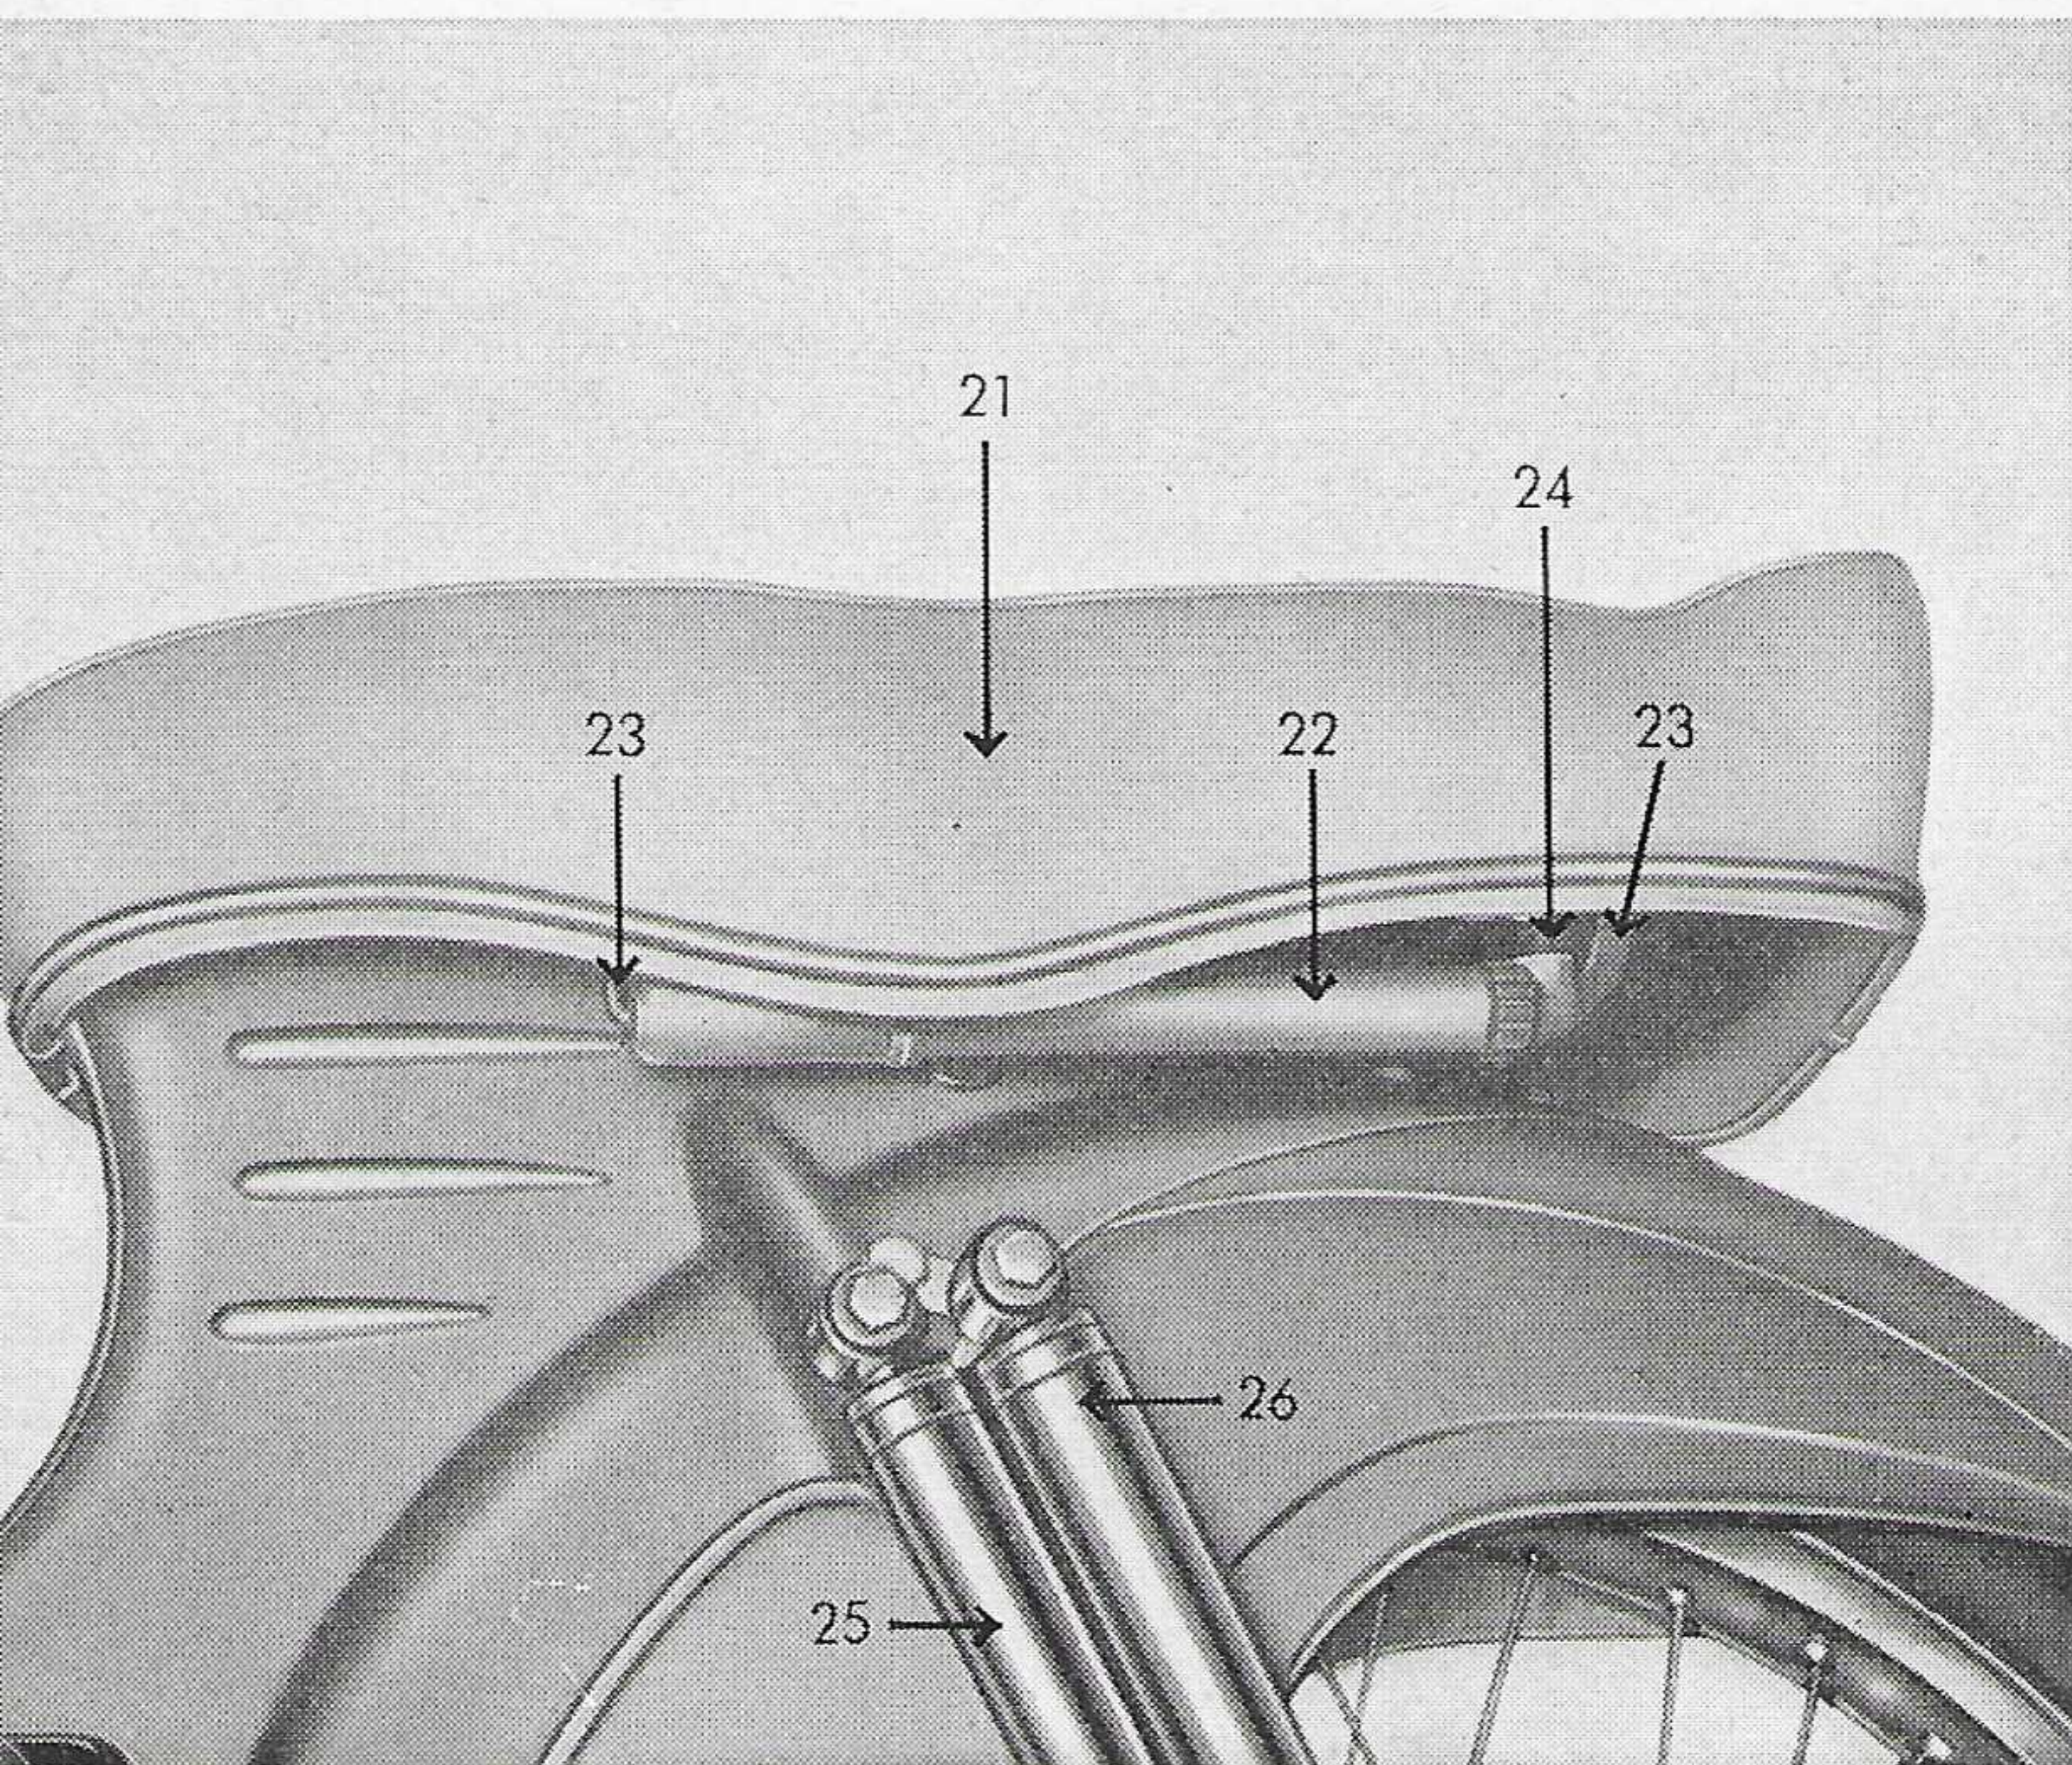

Bild 5
f) **Die Sitzbank 21** (Bild 5) kann durch Lösen der Befestigungsschrauben, die unterhalb des Sitzes angeordnet sind, leicht ausgewechselt werden. Zum Reinigen der Satteldecke sollen keine Öle, Fette, Treibstoffe oder scharfe Lösungsmittel verwendet werden, da diese Mittel die Satteldecke angreifen und deren Oberfläche unansehnlich machen. Es wird empfohlen, die Satteldecke nur mit schwacher, lauwarmer Seifenlösung abzuwaschen und dann mit klarem Wasser nachzuspülen.
h) **Hinterradfederung** (Bild 5 u. 9)